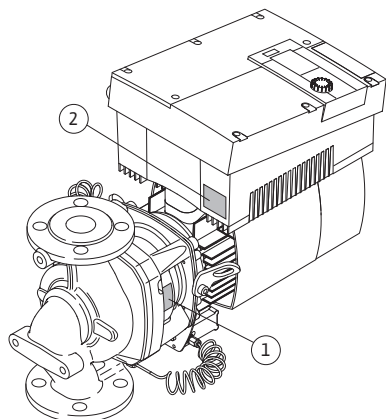

Fig. 11: Raspored natpisnih pločica:
- Natpisna pločica pumpe (Fig. 11, poz. 1) sadrži serijski broj (ser. br.../...) koji je, na primer, potreban za poručivanje rezervnih delova.
- Natpisna pločica elektronskog modula (elektronski modul = inverter, odn. frekventni regulator) (Fig. 11, poz. 2) sadrži oznaku korišćenog elektronskog modula.